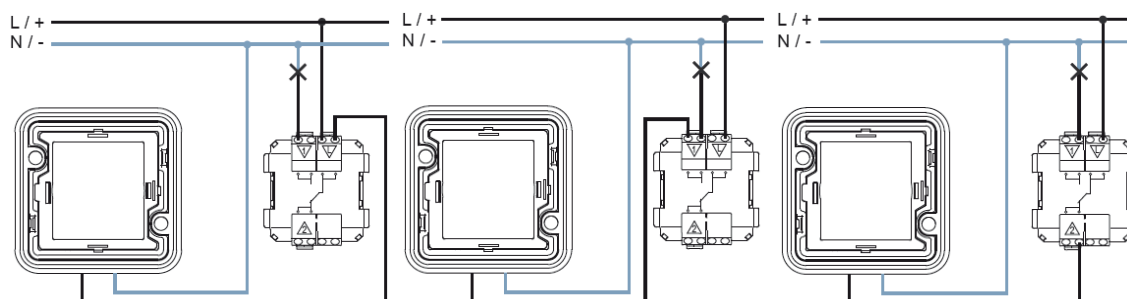

Rysunek 4
- Nacisnąć uchwyty (7) z boku na zewnątrz i wyjąć mechanizm (4) ze spodniej części obudowy (rys. 4).